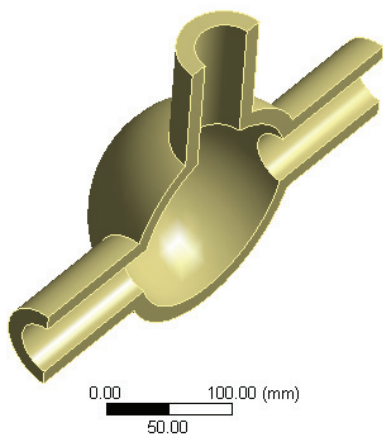

图 24-28 热分析模型
2) 在 Geometry 下找到第 2 个 Solid, 右键单击, 在快捷菜单中选择 Suppress, 得到的模型如图 24-28 所示。